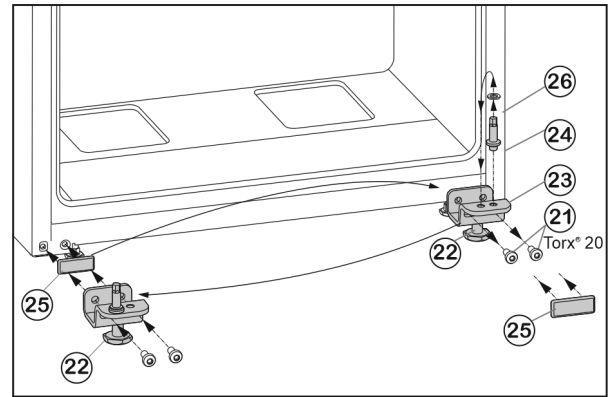

Fig. 7
- Befestigungsschrauben Fig. 7 (21) abschrauben.
- Lagerbock unten Fig. 7 (23) komplett mit Lagerbolzen Fig. 7 (24), Scheibe Fig. 7 (26) und Stellfuß Fig. 7 (22), abnehmen.
- Lagerbolzen Fig. 7 (24) komplett mit Scheibe Fig. 7 (26) abschrauben, in das gegenüberliegende Aufnahmeloche des Lagerbocks umsetzen und wieder festschrauben.
- Abdeckplatte Fig. 7 (25) vorsichtig abnehmen und auf die Gegenseite umsetzen.
- Lagerbock unten Fig. 7 (23) komplett mit Lagerbolzen Fig. 7 (24), Scheibe Fig. 7 (26) und Stellfuß Fig. 7 (22) auf der neuen Scharnierseite ggf. mit Hilfe eines Akkuschraubers **fest (mit 4 Nm)** wieder anschrauben.
- Untere Tür von oben auf Lagerbolzen Fig. 7 (24) aufsetzen.
- Stellfuß Fig. 7 (22) am Lagerbock unten Fig. 7 (23) herausdrehen, bis er auf dem Boden aufliegt.